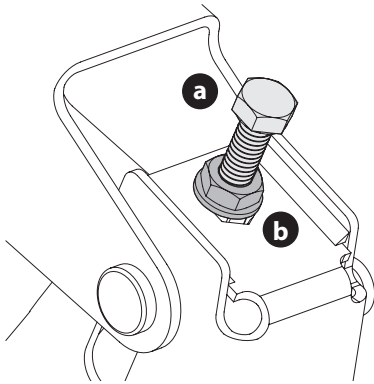

Figura 34
3. Ubique los pernos de ajuste (a) del lado izquierdo y derecho de la plataforma (Figura 34).